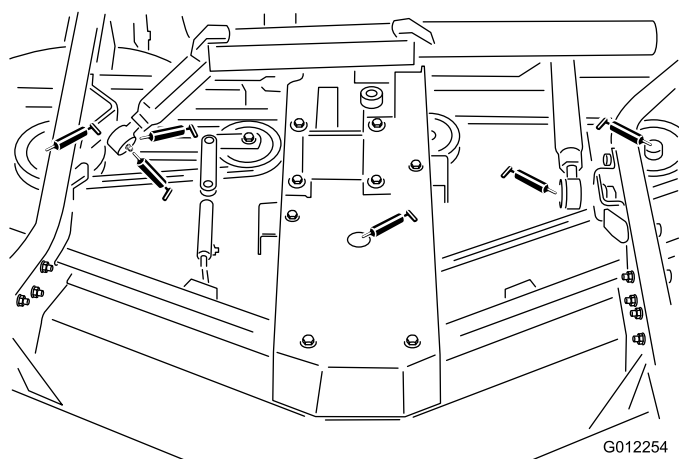

Figura 17
- Cuscinetti del fusello della lama (Figura 17)
- Perno del braccio di rinvio (Figura 17)
- Giunti sferici del braccio di spinta destro e sinistro (Figura 17)